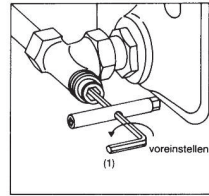

Bild 2
- 1.3 Nun Ventilkegel mit dem Sechskantschlüssel SW 4 (1) entsprechend den lt. Diagramm gewählten Umdrehungen durch Linksdrehen voreinstellen (Bild 2).
- 4.5 Mit Sechskantschlüssel SW 4 (1) den Ventilkegel durch Linksdrehen aufdrehen (Bild 2). Heizkörper entlüften.